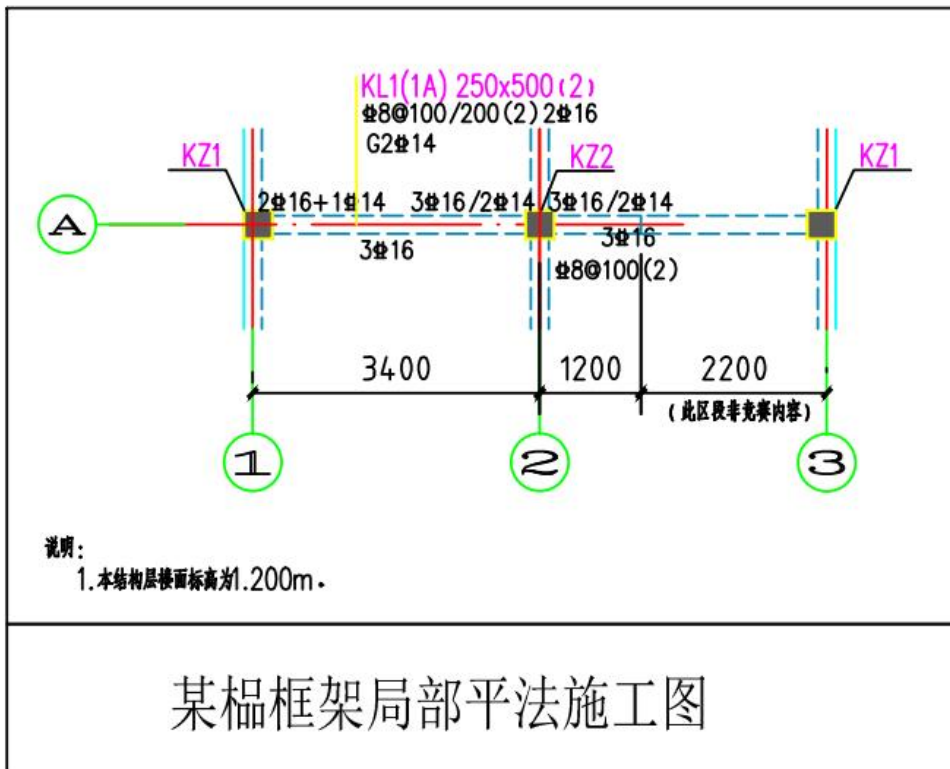
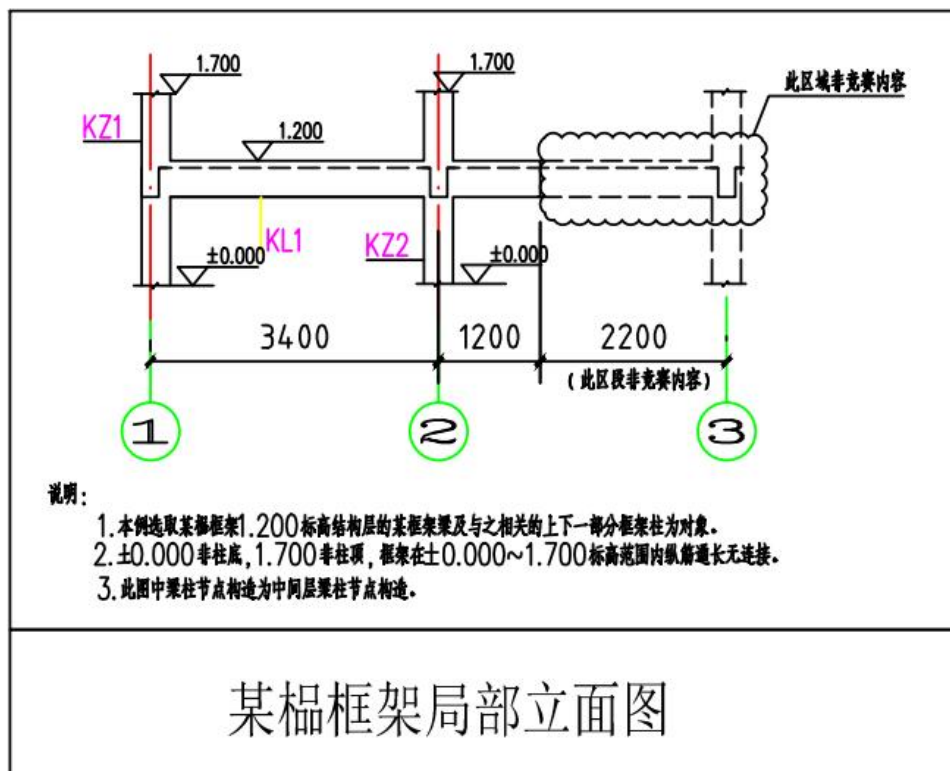
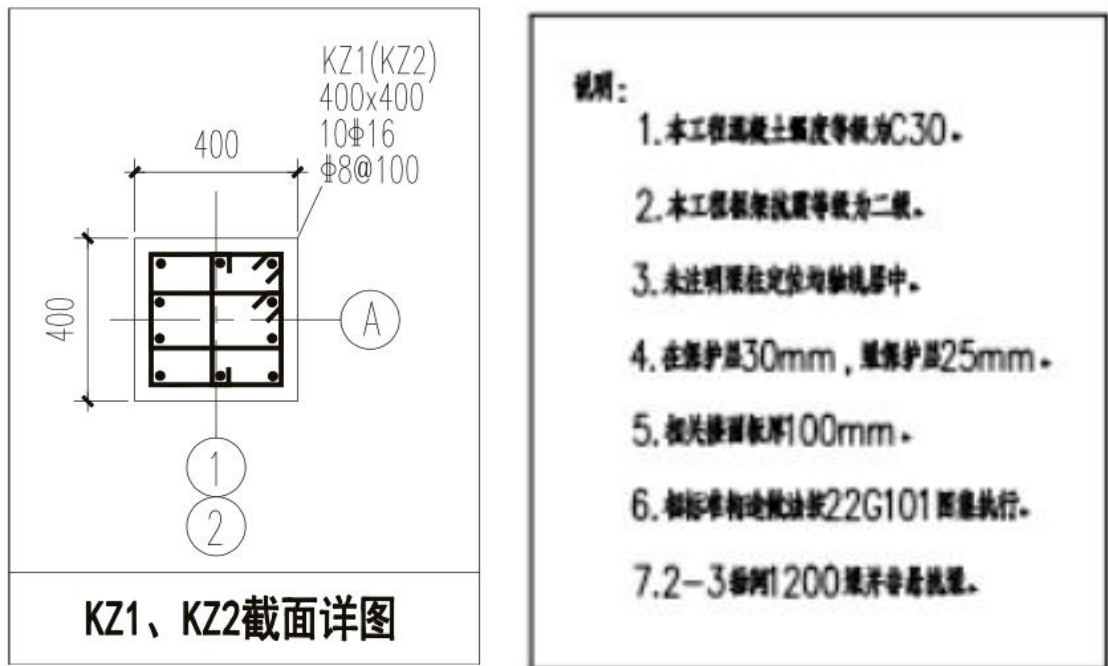

图1
图2
图3
1. 设计图1、图2、图3为某工程的一榀框架，请计算框架梁（KL1）的钢筋下料长度和框架柱（KZ2）的箍筋下料长度，编制配料单配料，并按要求下料制作、绑扎成型。框架柱（KZ2）的主筋现场另行单独提供，柱箍筋绑扎的范围为梁上 5 道，梁下及梁柱节点处按要求绑扎。